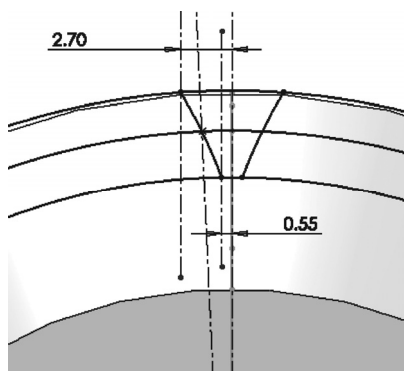

图 8-67 镜像 3 点圆弧
⑧ 镜像三点圆弧。按住〈Ctrl〉键，选择 3 点圆弧和过原点的竖直中心线；单击“草图”控制面板中的“镜像实体”按钮，将 3 点圆弧以竖直中心线为镜像轴进行镜像复制，如图 8-67 所示。